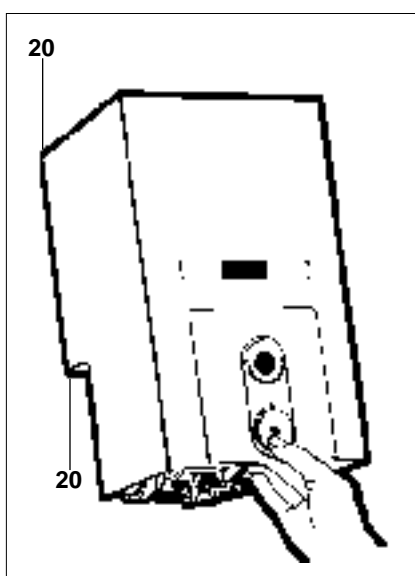

Fig.5
- Dévissez les quatre vis "20" soulever la façade pour la dégager (fig. 5). Procéder à l'inverse pour le remontage.